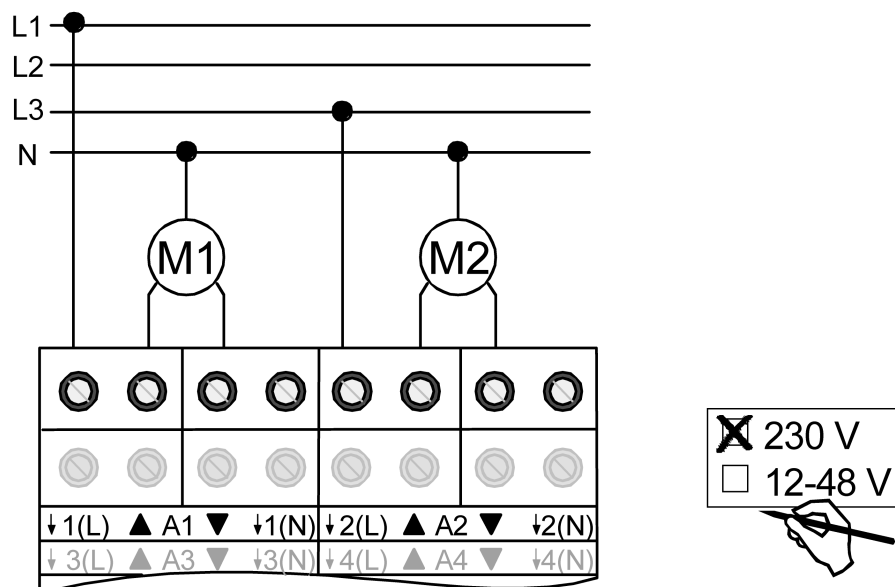

Bild 5: Elektrischer Anschluss für 230 V-Antriebsmotoren
- Antriebsmotoren gemäß Anschluss-Beispiel anschließen (Bild 5).
- i** In der beschriebenen Anschlussart (Bild 5) ist es nicht unbedingt erforderlich, den N-Leiter an den Jalousieaktor anzuschließen. Wenn jedoch Antriebsmotoren mit hochohmigen Fahrtrichtungseingängen (z. B. Antriebe mit elektronischen Endlagenschaltern) angeschlossen werden, ist es erforderlich, auch den N-Leiter an die entsprechende Klemme des Jalousieaktors aufzulegen. Hierzu sind die Angaben der Antriebshersteller zu beachten.